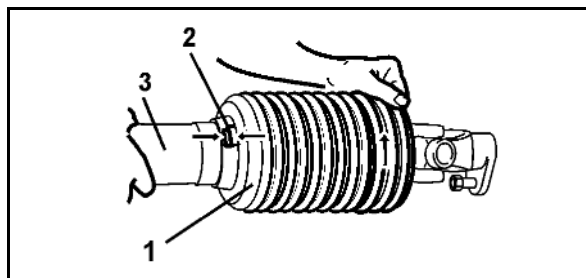

Fig. 55
3. Rotiți pâlnia de protecție (Fig. 55/1) în poziție de montaj.
4. Scoateți semi-apărătoarea (Fig. 55/3).